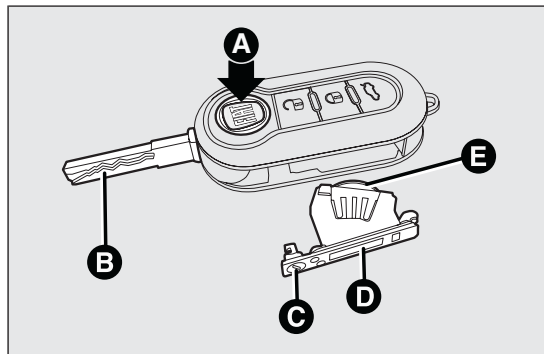

РИС. 5
- нажать кнопку А РИС. 5 и привести металлическое жало В РИС. 5 в положение открытия;
- повернуть винт С РИС. 5 на  с помощью отвертки с тонким лезвием;
- извлечь отсек под батарейку D РИС. 5 и заменить батарейку Е РИС. 5 соблюдая полярность;